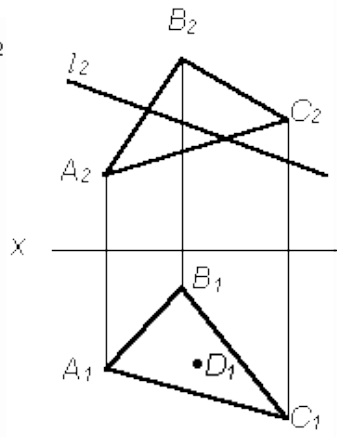

Рис.2.
2. Построить недостающую проекцию $l(l_1)$ и точки $D(D_2)$, принадлежащих плоскости треугольника ABC (рис. 2):